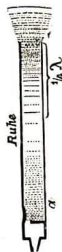

Abb. 207
b) Bei der **Lippenpfeife** (Abb. 207) wird der Luftstrom gegen eine **scharfe Kante** (die **Lippe**) geblasen. Diese nun bringt durch ihr Schwingen die Luft im Rohr zum Schwingen.
An der **Lippe** herrscht beim Anblasen eine heftige **Luftbewegung**; man sagt: Hier liegt ein **Schwingungsbauch**. — Ist die Röhre oben offen, so herrscht auch oben ein **Schwingungsbauch**. — In der Mitte zwischen beiden ist die Luft nachweislich stets in **Ruhe**. (Zeige dies an Abb. 207!) Man sagt: Hier liegt ein **Knoten**. Ist das obere Ende der Pfeife aber geschlossen, so kann sich auch hier die Luft nicht bewegen; es liegt also auch hier ein **Wellenknoten**.